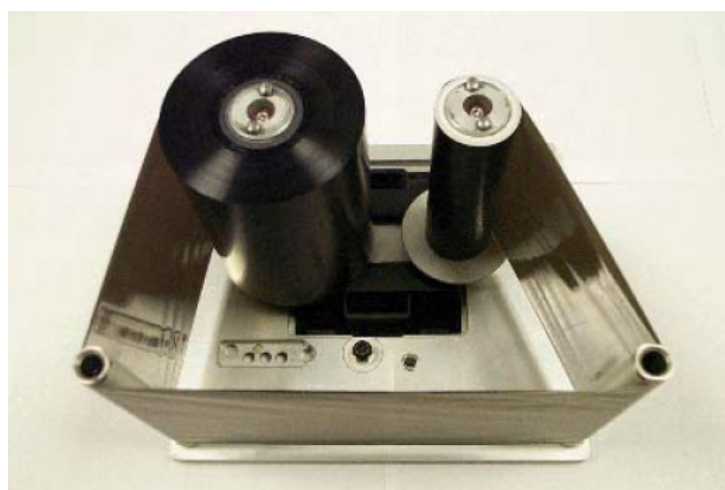

Рис. 5-14: Место прохождения ленты ленточной бобины
- 9 Поверните пустую бобину вручную, чтобы затянуть лишнюю часть ленты. Прекратите поворачивать пустую бобину, когда начнет поворачиваться полная бобина (Рис. 5-14).